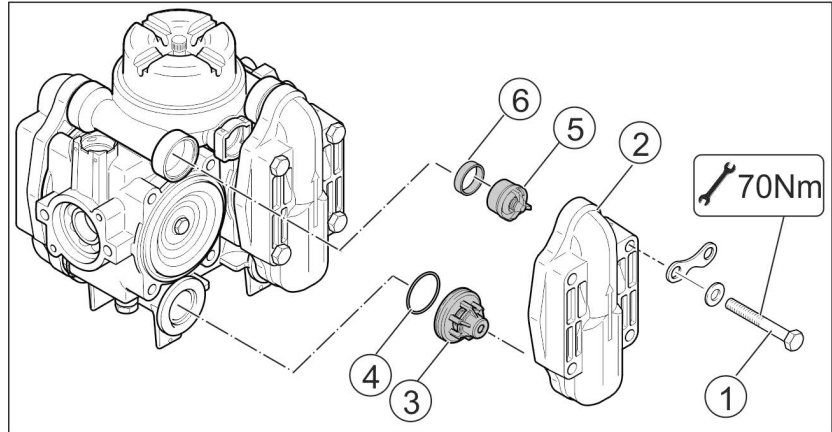

图 200
2. 取下螺栓（图 200/1）。
3. 取下阀门盖（图 200/2）。
4. 取出阀组（图 200/3）。
5. 旋出阀门密封环（图 200/4）和O型环（图 200/5）。